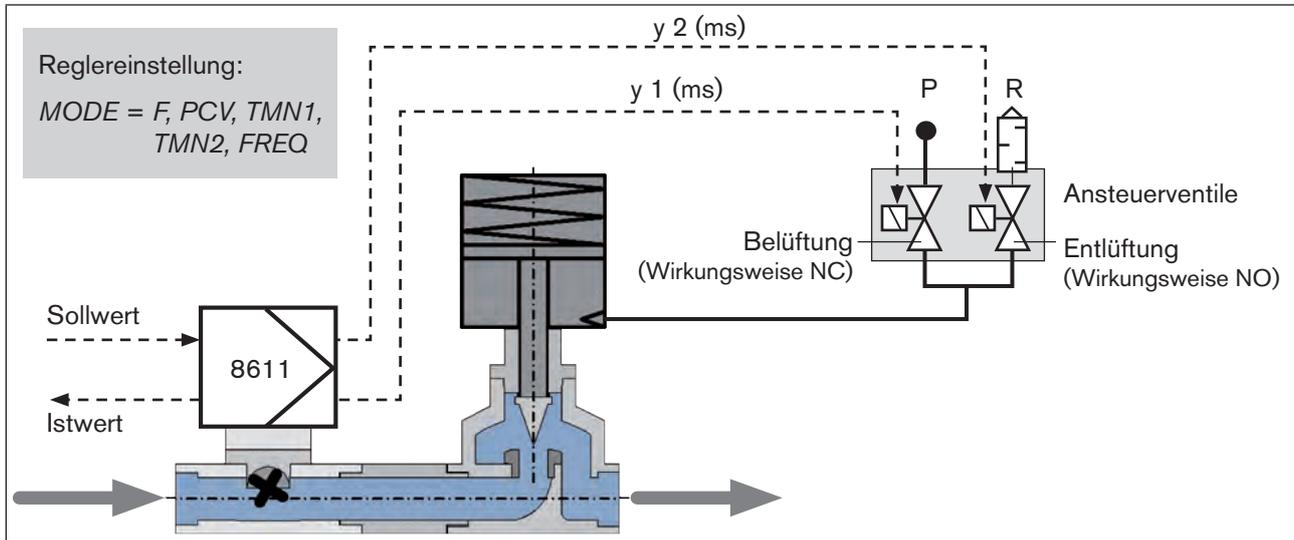

Bild 34: Beispiel für stetigähnliche Regelung mit Prozessventil
**Parametrierung:** Es können, einfach wirkende, pneumatisch betriebene Regelventile mit “normal closed” Funktion betrieben werden. Für die pneumatische Ansteuerung des Prozessventils werden zwei Ansteuerventile benötigt (siehe Bild 34).